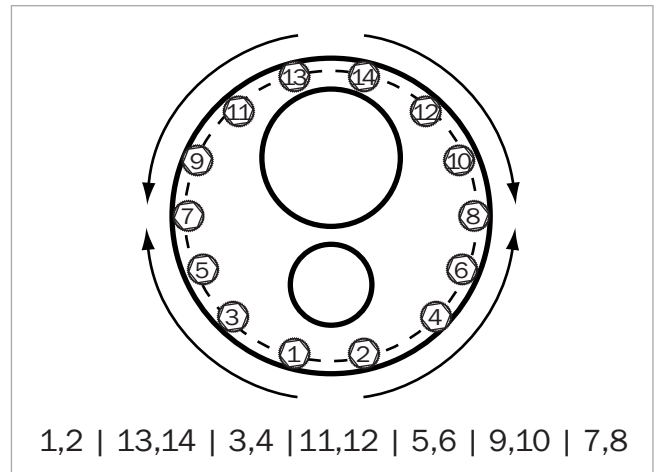

Abb. 2: Anzugsreihenfolge der Schrauben
4. Schrauben nach → Abb. 2, beginnend mit den unteren beiden, immer abwechselnd bis zur Flanschmitte mit einem Drehmoment von 17 Nm anziehen.